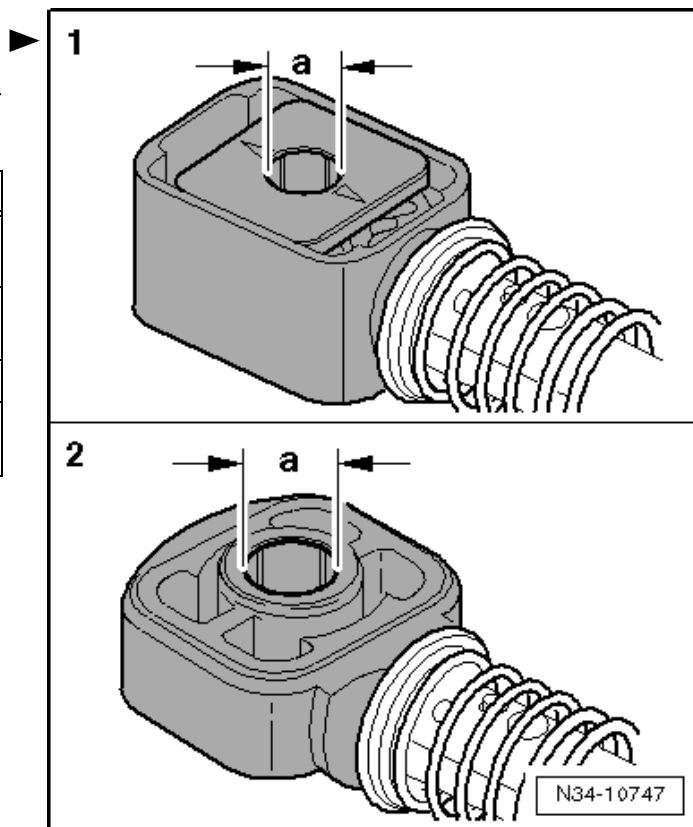

Abb. 5: Ab 06.06. kleinerer Durchmesser des Aufnahmebolzens für die Seilzugarretierung Schaltseilzug
- ☐ ab 06.06 kleinerer Durchmesser des Aufnahmebolzens Seilzugarretierung ⇒ Abb. 5 in **34-1** Seite 15